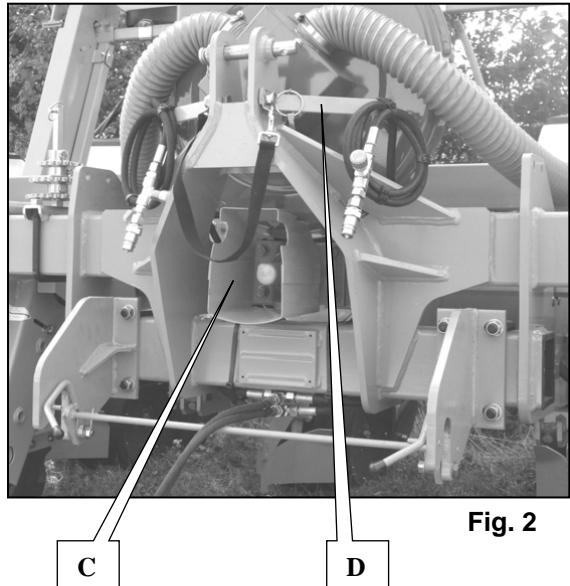

Fig. 2
- 5 Allargare il foro del pezzo E (fig. 2) nel giunto a forchetta F (fig. 2) e stringere la vite G (fig. 2).
- 1 - Démonter la transmission et le carter de transmission (C fig. 2).